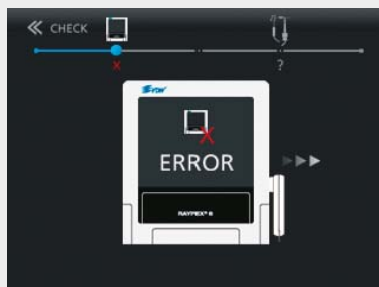

Fig. 31 Messaggio ERROR
- ERROR (Fig. 31), che indica un malfunzionamento.